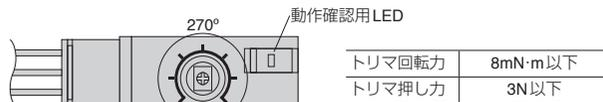

図1. トリマ機械的回転角度
- スイッチ出力付センサの圧力調整を行う際は、図1を参照し付属の小型ドライバにて無理な力を加えず、静かに回してください。